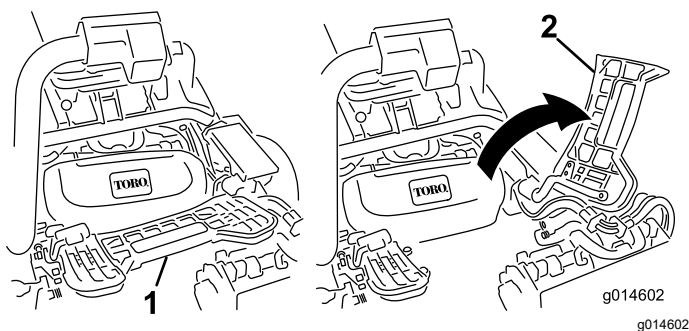

Bild 47
1. Heben Sie die Fußplattform an und schwenken sie in die geöffnete Stellung, um die Stellung der mittleren Schneideinheit zugänglich zu machen (Bild 47).